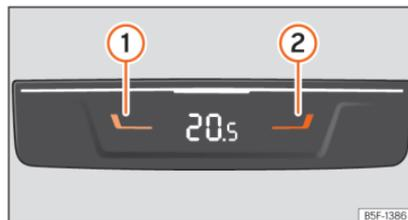

Abb. 152 In der Mittelkonsole hinten: Bedienelemente für die Rücksitze.
- Drücken Sie die Tasten **1** und **2** **» Abb. 152**, um die Temperatur für die hinteren Sitzplätze einzustellen.